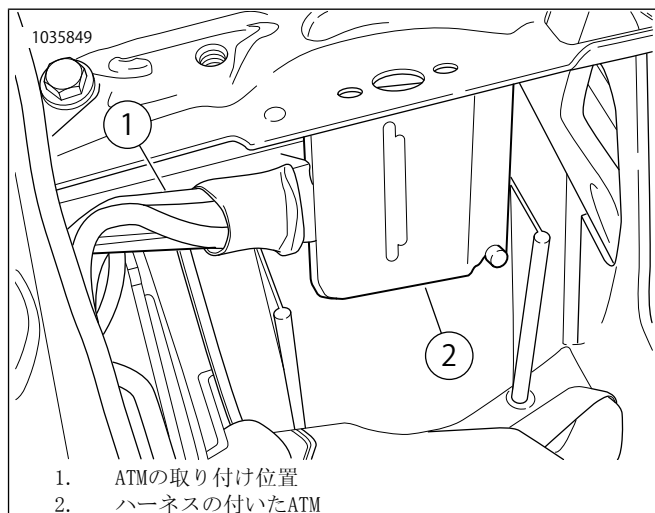

図14。ATMの取り付け位置
13. 図14を参照。アルコールを染み込ませたパッドで取り付け面をきれいにします。接着面の剥離紙をはがし、デュアルロックテープをATMに取り付けます。デュアルロックテープの接着面から剥離紙をはがし、バッテリーコンパートメントの背面にATM(1)を取り付けます。